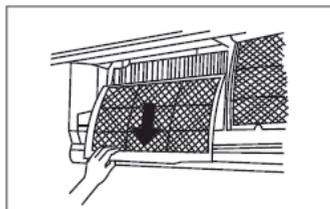
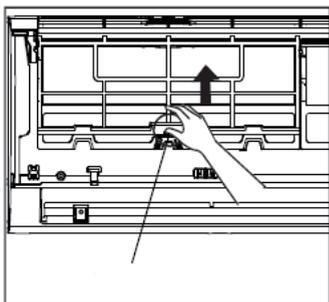

fig. 16 -
fig. 15 -
3. Îndepărtați filtrele împingând în sus filetele centrale până când se eliberează de dispozitivul de fixare și glisați-le în jos ("fig. 15 -" e "fig. 16 -")